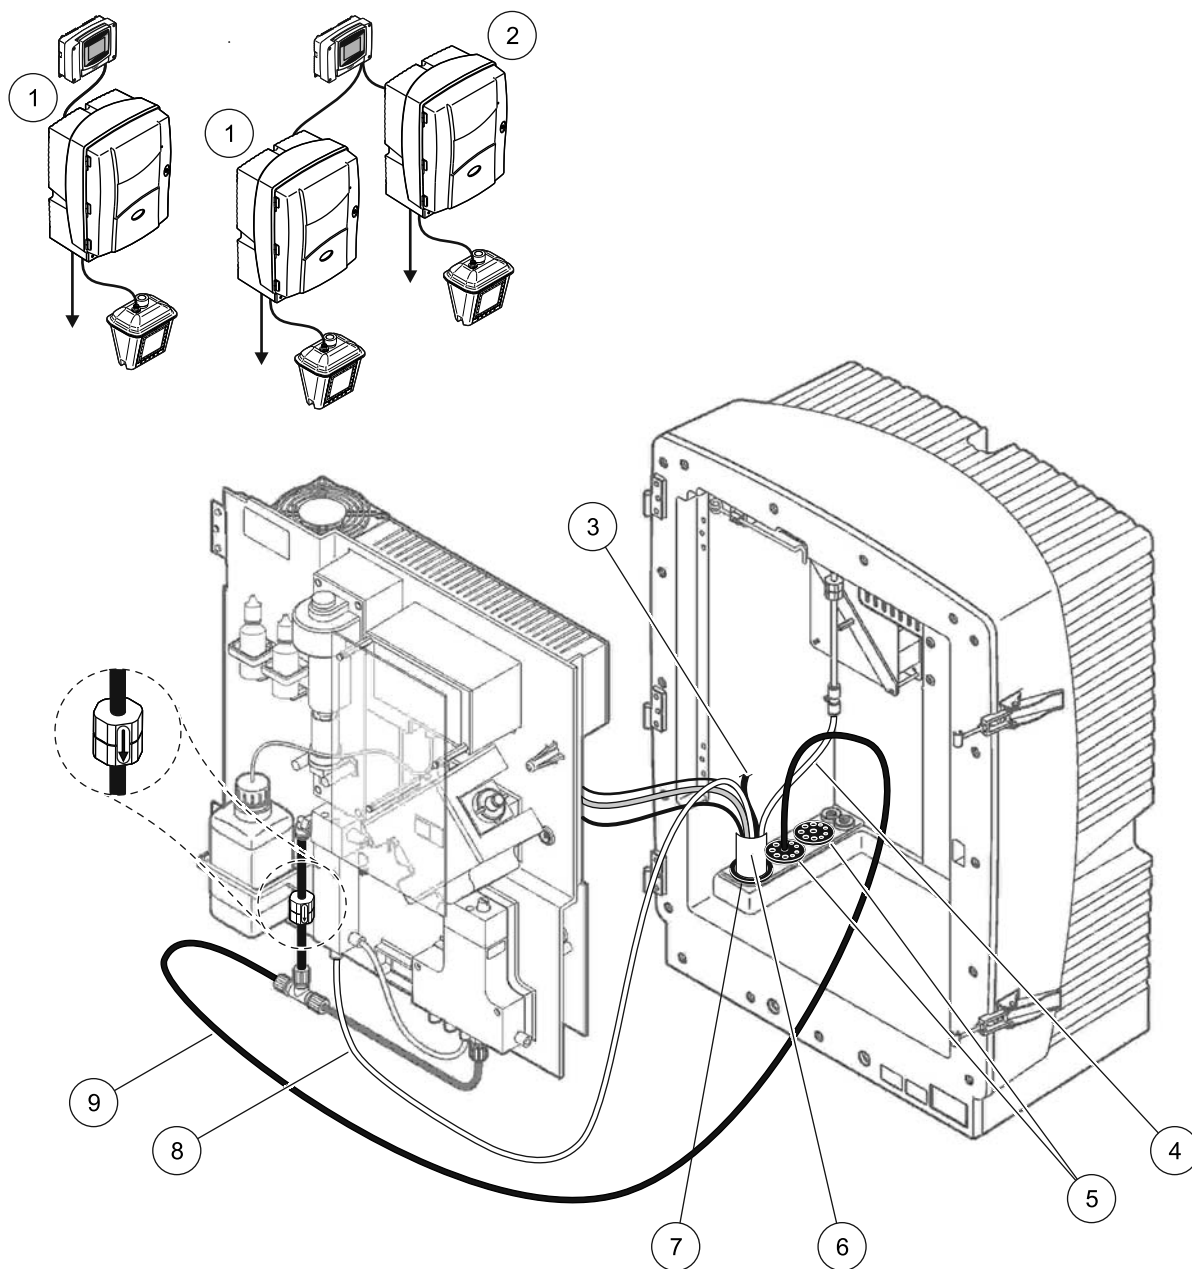

図 35 オプション7 設定
97 ページの図 35 およびオプション7に関する以下の説明を参照してください：
2. フィルタ プローブ sc ホース (試料ライン、電線、ドレーン チューブ) を分析装置の開口部まで通します (97 ページの図 35、アイテム 6)。シール プラグ #2 を使って固定します。